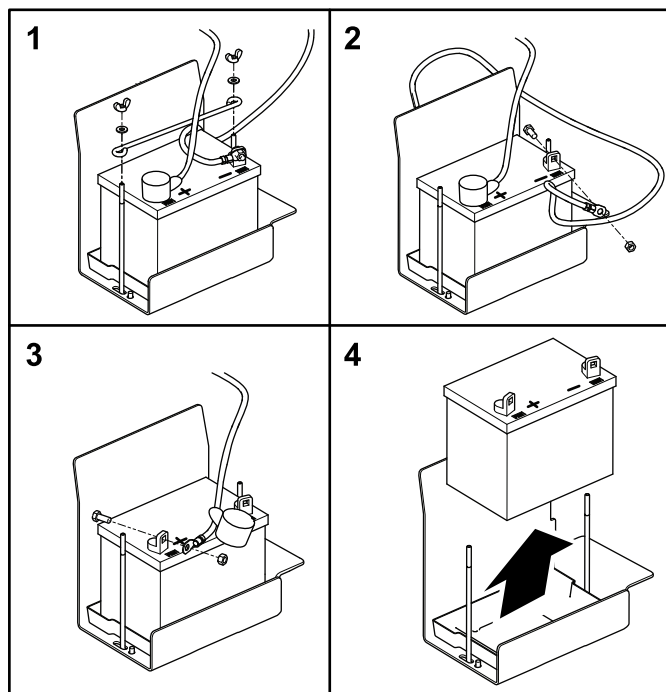

Рисунок 53
2. Отверните барашковые гайки и снимите шайбы, которые крепят прижим аккумулятора батареи (Рисунок 53).